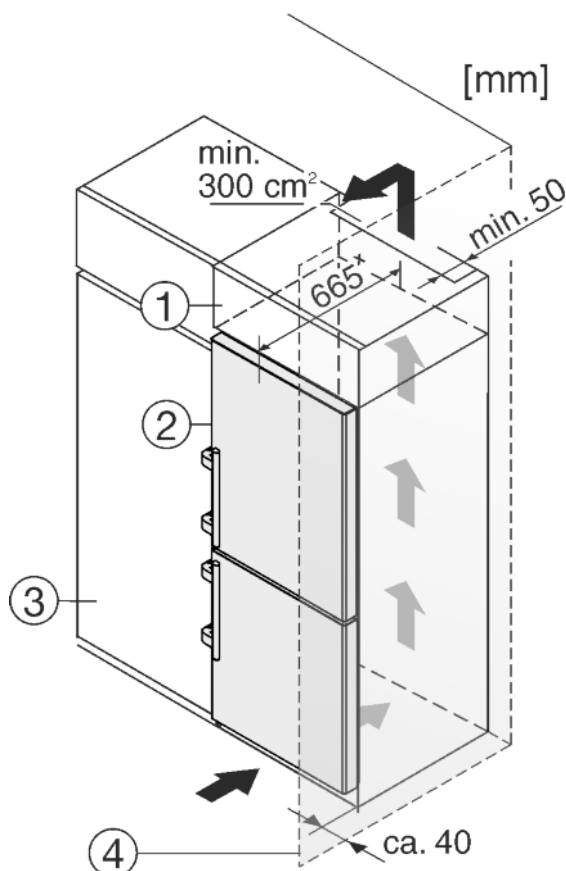

Fig. 42
- (1) Колонна на столешнице
- (2) Устройство
- (3) Кухонный шкаф
- (4) Стена
Устройство может быть окружено предметами кухонной обстановки. Чтобы уравнивать устройство Fig. 42 (2) по высоте с кухонной стенкой, можно установить над устройством соответствующий дополнительный шкафчик Fig. 42 (1).
В комбинации с кухонными шкафами устройство можно устанавливать непосредственно рядом с кухонным шкафом Fig. 42 (3). Чтобы можно было полностью открыть двери, устройство должно выступать, как минимум, на 65 мм* относительно передней стенки кухонного шкафа. В зависимости от глубины кухонных шкафов и использования пристенных распорок устройство может выступать и больше.
Если устройство установлено на шарнирах у стены Fig. 42 (4), то расстояние между устройством и стеной должно быть не менее 40 мм. Настолько выступает ручка при открытой дверце.